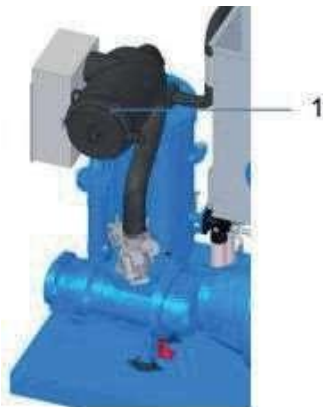

Рис. 36: Расположение воздушного фильтра
4. Отстегните зажимы крышки корпуса воздушного фильтра (Рис. 36 поз.1).
9. Вернуть зажимы крышки корпуса воздушного фильтра (Рис. 36 поз.1) в исходное положение.